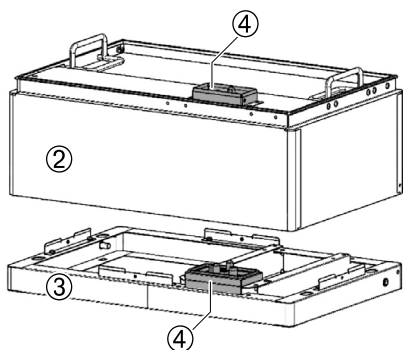

Fig. 3.5 - Collegamento del modulo alla base
- Procedendo lentamente, collegare il modulo batteria (2, Fig. 3.5) alla base (3, Fig. 3.5) prestando attenzione all'allineamento dei rispettivi connettori (4, Fig. 3.5).
Pericolo. Quando la batteria (2, Fig. 3.5) è collegata insieme alla base (3, Fig. 3.5), la presa interna (4, Fig. 3.5) ha ancora alimentazione DC ad alta tensione dai moduli batteria collegati in serie (il modulo batteria ha sempre una tensione residua).